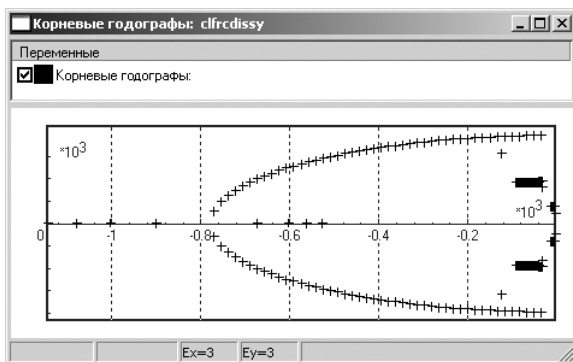

Рис. 2.116. Зависимость корней характеристического уравнения от параметра **clfrcdissy** (Коэффициент диссипации γ)
- щелкните по кнопке **Выполнить расчет** для запуска процесса расчета. Появятся результаты расчета в графическом окне, см. рис. 2.116.